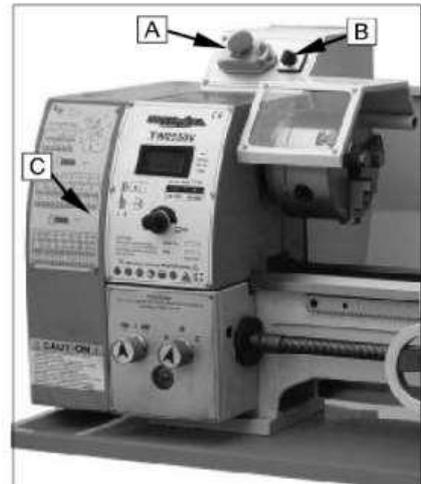

Fig. 11
1. Bouton d'arrêt d'urgence, interrupteur MARCHÉ / ARRÊT (A, Fig. 11)
2. Commutateur (B, Fig. 11)
3. Interrupteur de commande de vitesse variable (C, Fig. 11)